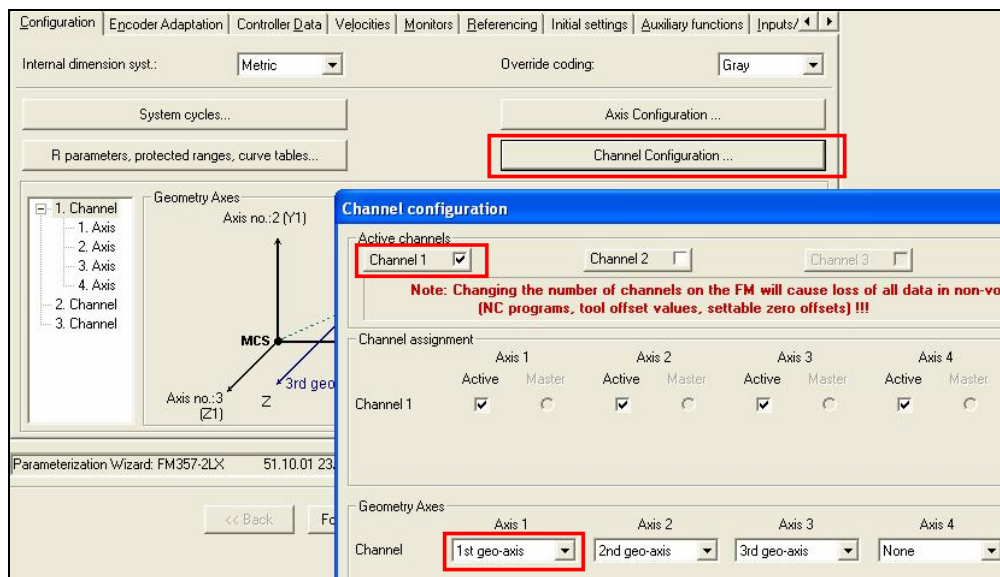

图 9 通道参数配置
2) 通道配置。FM357-2 可以配置 4 个通道，这里只使用通道 1（图 9）。